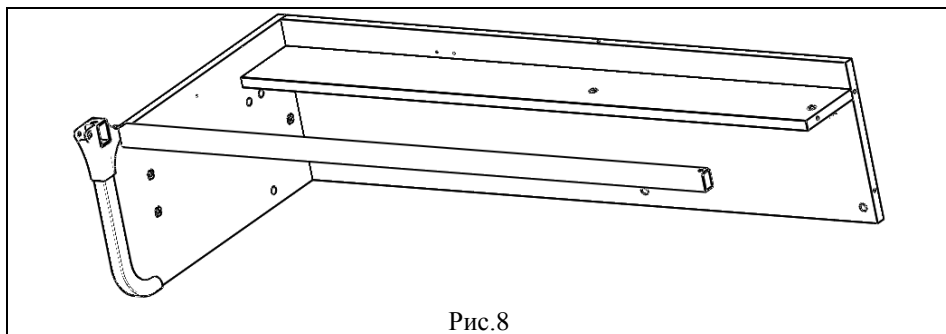

Рис.8
5.1.5. Вставить СУТ.42.132 Опору в отверстие основания шарнира в сборке по п. 5.1.4, расположенного на стенке боковой, см. рис. 8.